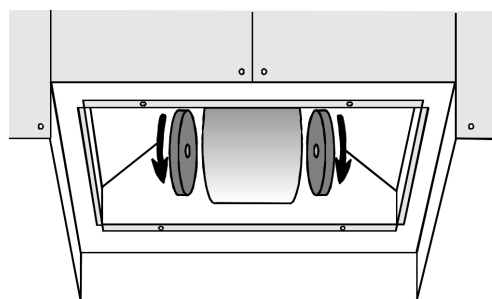

fig. 5
4. Tournez les filtres à charbon actifs dans le sens contraire des aiguilles d'une montre jusqu'à ce qu'ils se débloquent (fig. 5).